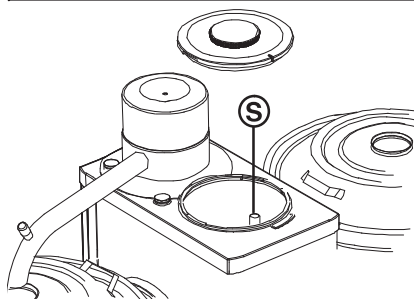

Fig. 22 Överloppsroret varmvattensystem
- Töm ut det sista vattnet genom överloppsroret. Drag härvid ut överloppsroret (S.), som sitter på varmvattenberedaren, vid den korta slangen (fig. 22).
- Töm ut det sista vattnet genom överloppsroret. Drag härvid ut överloppsroret (S., fig. 22).
- Drag härvid ut överloppsroret (S., fig. 22).